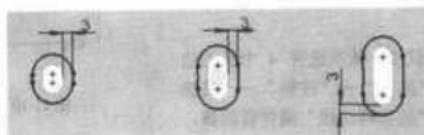

图 11-7 异形孔沉孔草图
(1) 单击圆盘面, 使其成为草绘平面。单击标准视图工具栏中的 \square (正视于) 工具, 并单击 \square (草图绘制) 工具, 进入草图的绘制模式。
(2) 单击草图工具栏中的 \square (等距实体) 工具, 设置等距距离为 3mm, 选择异形孔边线, 注意预览等距方向 (有“反向”、“双向”等选项, 预览时边线上附有一个黄色小箭头指示等距的方向), 单击 \checkmark (确定) 按钮, 结果如图 11-7 所示。
(3) 单击特征工具栏中的 \square (拉伸切除) 工具, 显示“切除 - 拉伸 2”属性管理器, 在“终止条件”选项框中选择“给定深度”, 并设置深度值为 10mm, 单击 \checkmark (确定) 按钮, 生成“切除 - 拉伸 2”特征, 完成异形孔沉孔的创建。